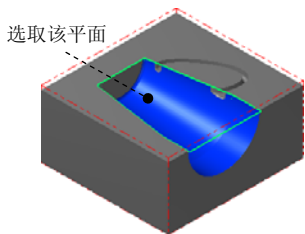

图 21.41 选取加工面
(1) 在图形区中选取图 21.41 所示的面 (共 4 个面), 然后按 **Enter** 键, 系统弹出“刀具路径的曲面选取”对话框。